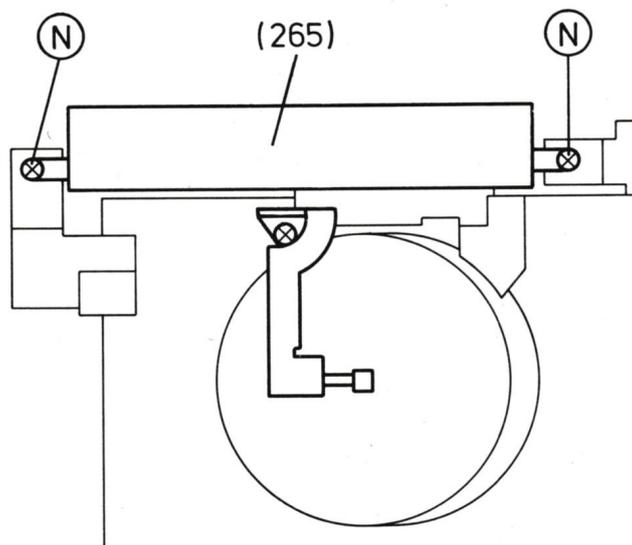

Fig. 8
Enlever la vis (N) et démonter l'ampli de têtes en le soulevant (fig.8).